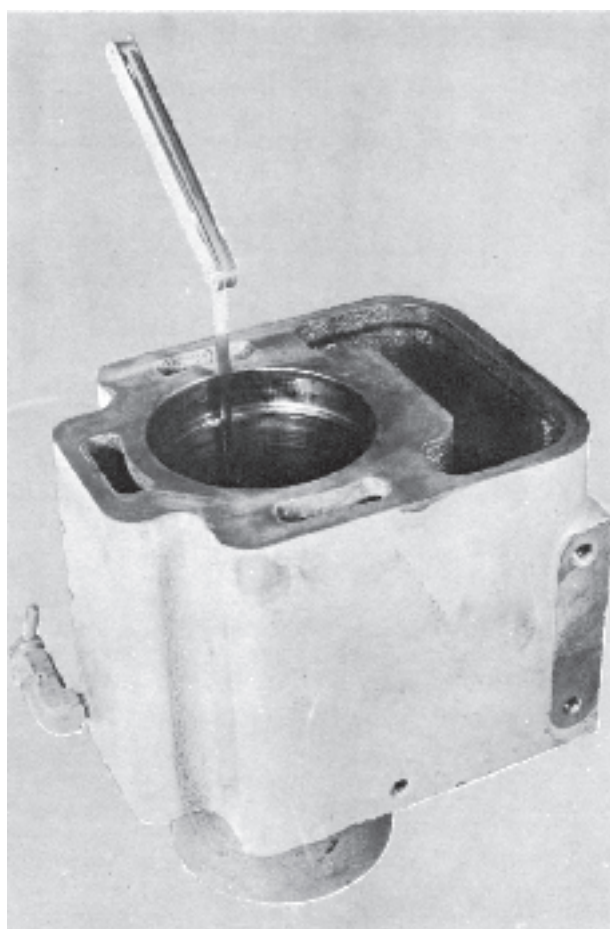

Fig. 23. Kontroll av kolringsgap.
2. Passa de nya kolringarna i cylinderloppen. Ringen skjuts ned med kolven. Ändspelet mäts med bladmått. Se fig. 23.